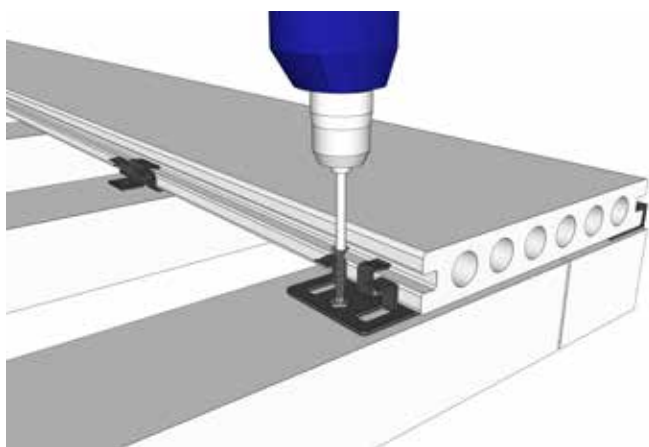

Figura 10
- 1 Esquema de instalación de grapa fija y móvil, como se muestra en la Figura 10: